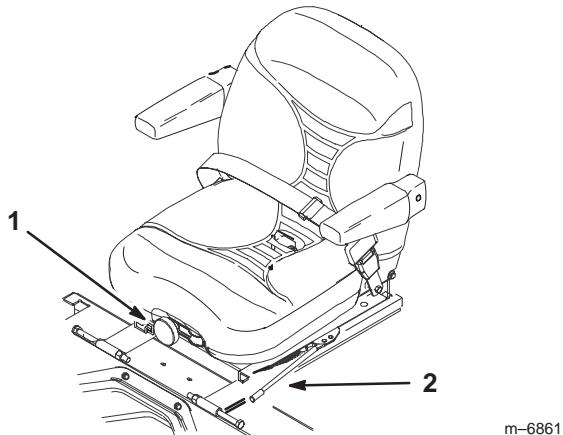

Figure 25
1. Écartez le levier de réglage pour débloquer le siège (Fig. 25).
1. Pour ce faire, tournez le bouton à l'avant dans un sens ou dans l'autre pour obtenir la position la plus confortable (Fig. 25).